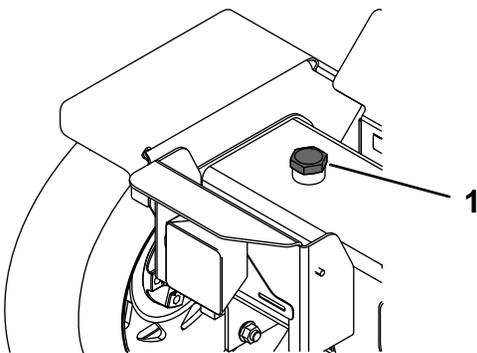

Figure 34
- Si le niveau est trop bas, retirez le bouchon de remplissage et versez lentement la quantité de liquide hydraulique nécessaire dans le réservoir pour amener le niveau au cran supérieur sur la jauge (Figure 34).